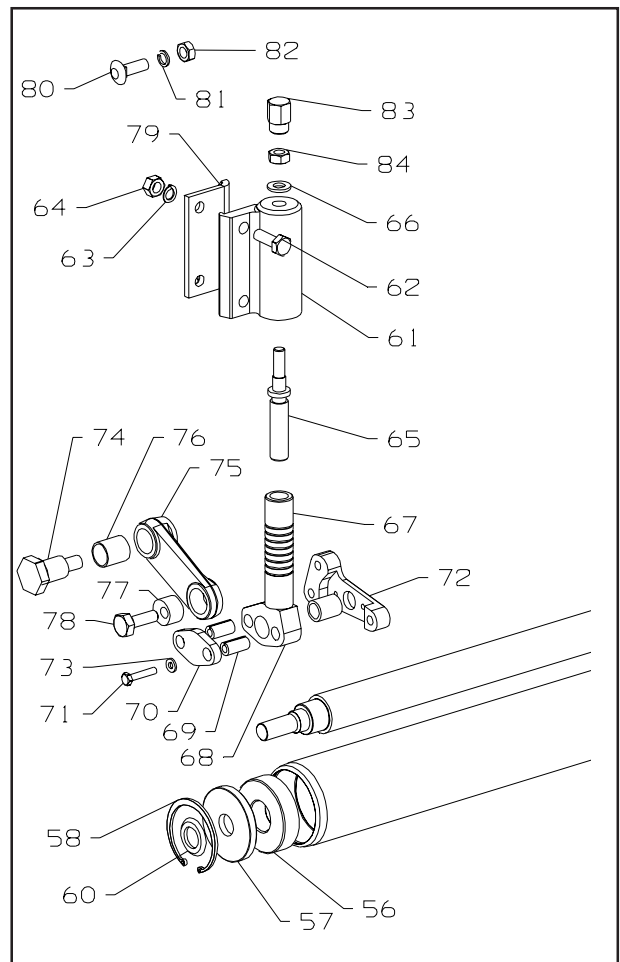

Fig.5
- 1 Die beiden Schrauben (78 Abb. 5) lösen welche die Exzenterbuchse im Hebel halten.
- 2 Die Einstellung (83 Abb. 5) hinten an der Einheit im Uhrzeigersinn drehen, um die Schnitthöhe zu reduzieren, und gegen den Uhrzeigersinn drehen, um die Schnitthöhe zu erhöhen.